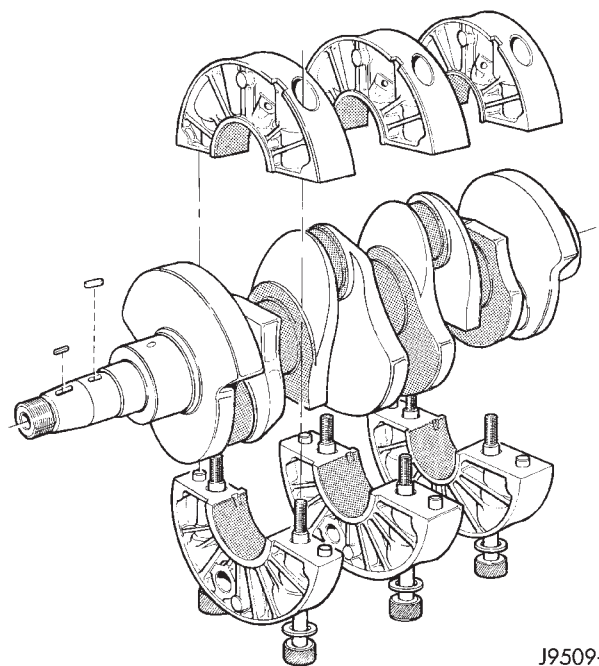

Fig. 69 Conjunto de cigüeñal y cojinete de portador
(21) Separe las dos partes de cada portador, retire el cigüeñal y temporalmente vuelva a ensamblar los portadores (Fig. 69). Retire el cigüeñal por la parte trasera del cárter de cigüeñal.
(5) Limpie minuciosamente el cárter de cigüeñal y conductos de aceite y seque con aire comprimido.
(6) Instale carcasas de cojinete principal nuevas en cada mitad de los portadores. Monte los portadores a los gorriones del cigüeñal, asegurándose que los portadores estén montados en su posición original y que **la muesca de surtidor del pistón esté orientado hacia la parte delantera del cigüeñal**. Fije cada portador con los dos pernos, apretándolos de la misma forma con una torsión de 42 N·m (31 lbs. pie). Verifique que el surtidor de aceite esté en posición (Fig. 69).
(7) Deslice la herramienta especial VM.1004 sobre el engranaje del cigüeñal e inserte el cigüeñal y conjunto de soportes dentro del cárter de la misma forma que se empleó para el desmontaje.